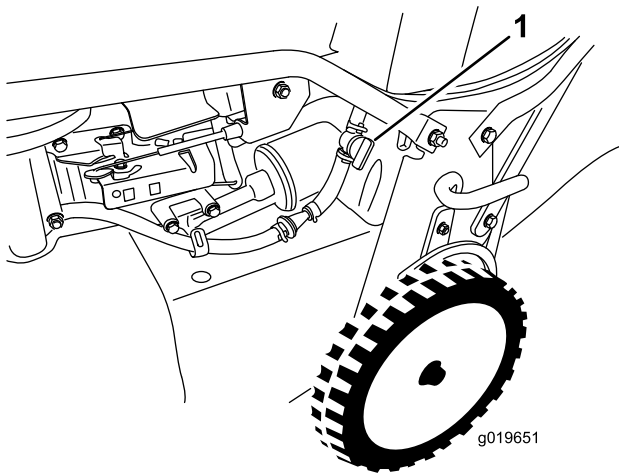

Рисунок 18
2. Откройте отсечной топливный кран (Рисунок 18).